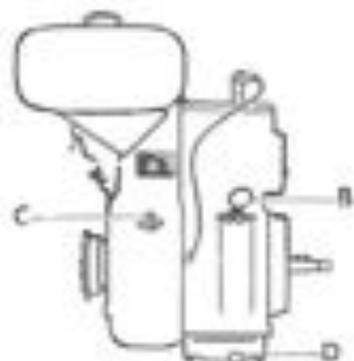

Fig. 1
Contrôler le niveau de l'huile au moyen de la jauge (B, fig. 1). Le niveau d'huile ne doit jamais être plus bas que le repère inférieur, ni plus haut, que le repère supérieur.
- Marche à l'essence: mettre le moteur au ralenti et appuyer sur le bouton d'arrêt (C, fig. 1). Fermer le robinet du réservoir.
- Marche au pétrole: mettre le robinet sur la position "essence" et laisser tourner le moteur encore quelques minutes. Après, mettre le moteur au ralenti et appuyer sur le bouton d'arrêt (C, fig. 1). Fermer le robinet du réservoir.